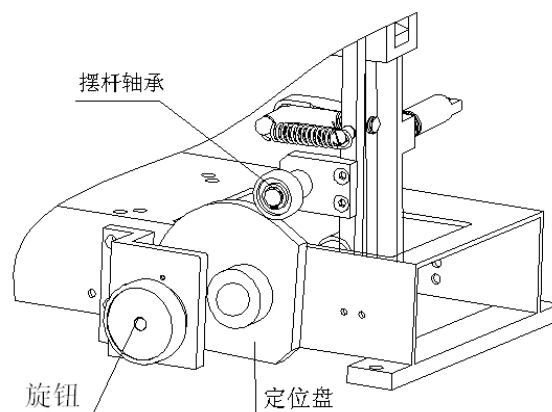
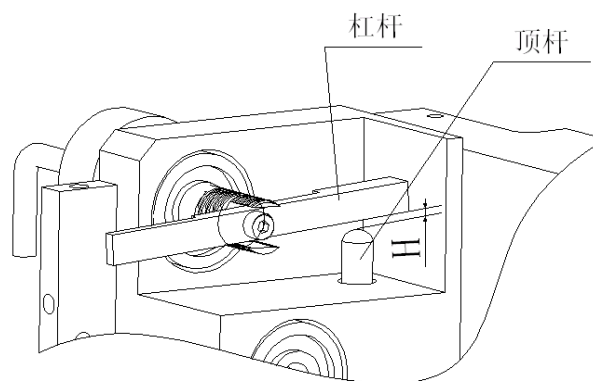
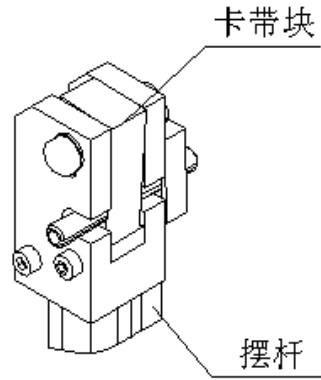

图 5-3
图 5-5
图 6-3
- f. 带头劈裂: 捆紧力太大是造成带头劈裂的原因, 可适当调小捆紧力 (见图 5-3)。
- b. 顶杆位置太高：在非退带情况下，顶杆与杠杆间应保留 $H=0.3\text{mm}$ 的间隙（见图 5-5）。
- d. 带头劈裂：带头劈裂后在带道内运行不畅容易导致送带不到位，产生劈裂的原因是捆紧力调得太大。因此只需适当调整捆紧力即可消除送带不到位的情况（见图 5-3）。
h. 捆不紧（见图 6-3 及图 5-3）：
①.捆紧调节装置处于较松位置；
②.卡带块磨损太大；
③.卡带块的齿槽间塞满带屑；
④.拔杆拉簧断裂；
⑤.摆杆推动轴承破裂；
⑥.扭簧断裂。
i. 拉大圈 ①.退带时间不够；
②.退带力量太大或太小，应检查退带顶杆与杠杆的间隙（见图 5-5）；
③.框架阻力太大；
④.电机皮带太松。
3) 电源指示灯不亮：①.电源线插头与电线插座是否接触良好；
②.空气开关是否处于开启状态。
e. 卡带块(图 6-3)